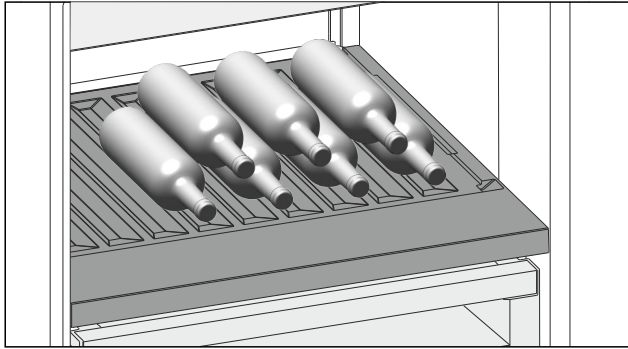

Fig. 222 Beispielhafte Darstellung
- Flaschen mit dem Boden nach hinten zur Rückwand einlegen. (siehe Fig. 222)